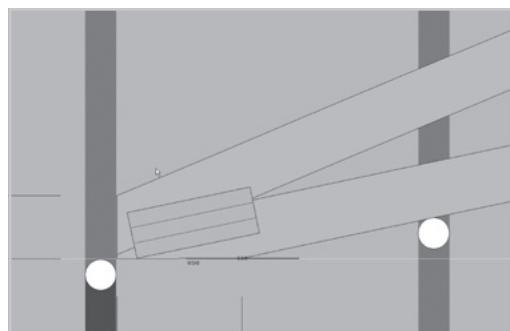

Figure 42
- L'endroit choisi sera affiché dans le mode zoom (Figure 42)